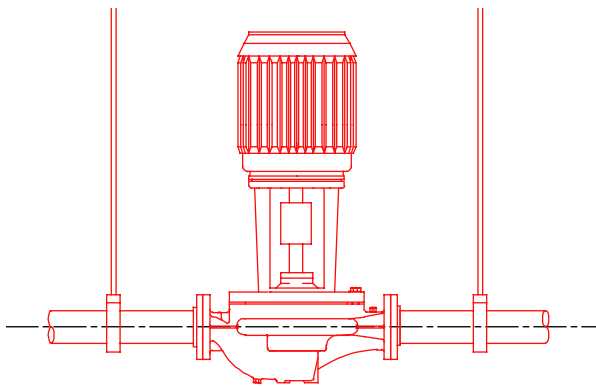

图 2.2 管吊夹支撑
2.2. 用管吊夹固定在屋顶上。(图.2.2) 这可以安装在足够的高度，不需要厂房地面空间。